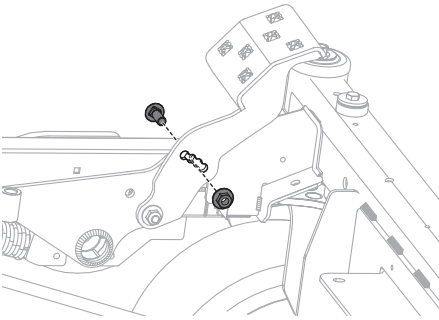

Figure 36
- Retirez le boulon hexagonal, la rondelle et l'écrou hexagonal près du centre de la pédale (Figure 36).
- Réinstallez le matériel précédemment retiré et serrez l'écrou à 38-47 N·m (28-35 lb·pi) (Figure 36).